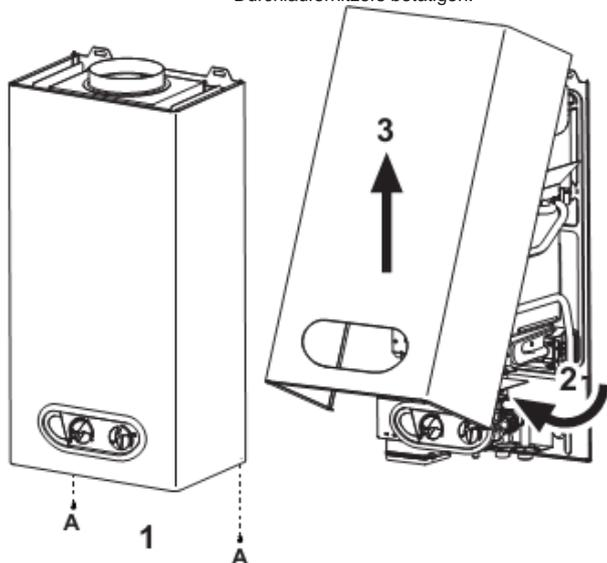

Abb. 11 Öffnen der Abdeckung
1. Lösen Sie die zwei Schrauben A (Abb. 11).